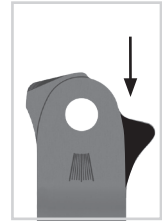

Abb. 26
- 3 Beschleifen Sie bei Bedarf die Nase für die Druckfeder am Systemfußbügel (Abb. 26).